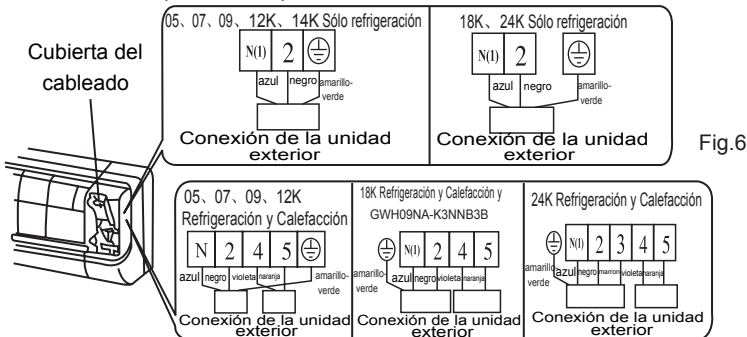

Fig.6
2. Retire la cubierta de la conexión eléctrica (Fig.6).